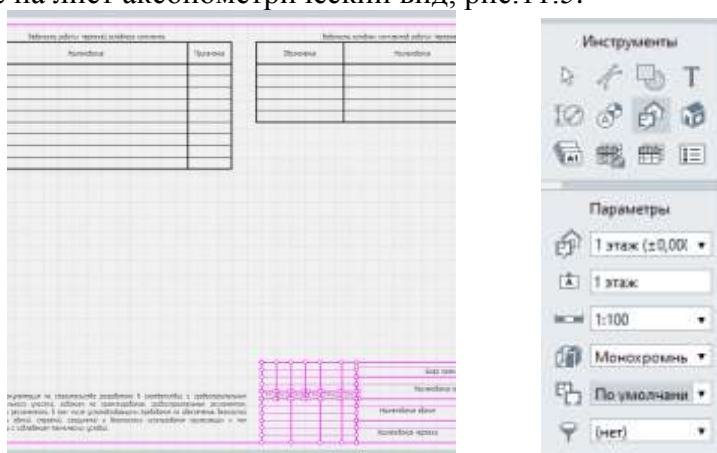

Рисунок 11.3 – Задание параметров выноса плана этажа
3. Добавьте на лист Вид –«1 этаж», рис.11.3.